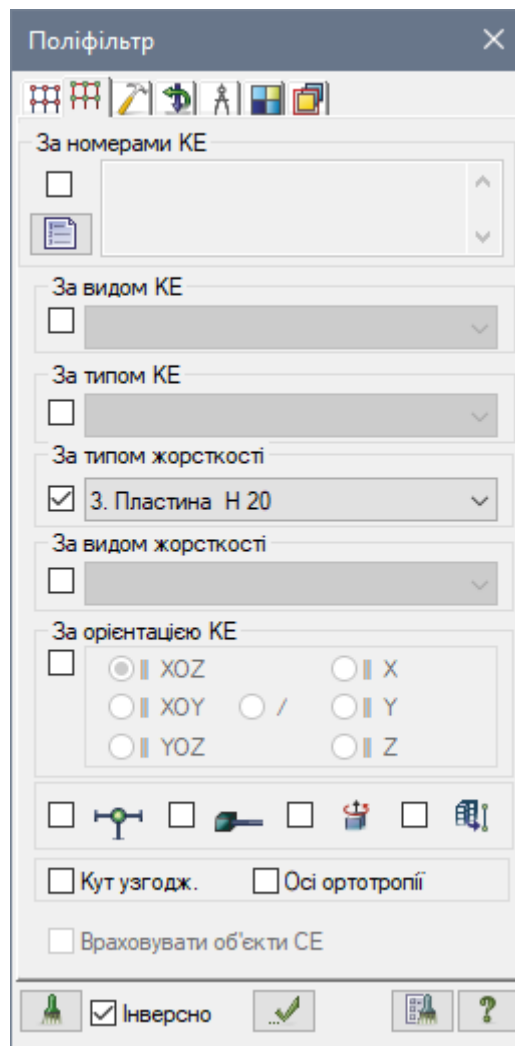

Рис. 11.18. Діалогове вікно ПоліФільтр
- В цьому вікні перейдіть на другу закладку **Фільтр для елементів** (рис. 11.18).